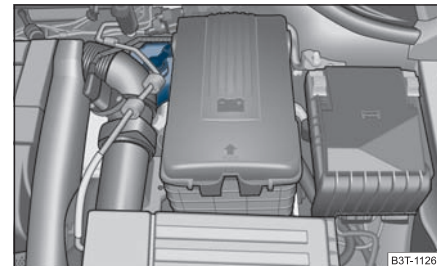

Fig. 205 Vano motor: Depósito del líquido de frenos
- Verifique el nivel de líquido de frenos en el depósito ⇒ fig. 205. El nivel debe encontrarse entre las marcas “MIN” y “MAX”.